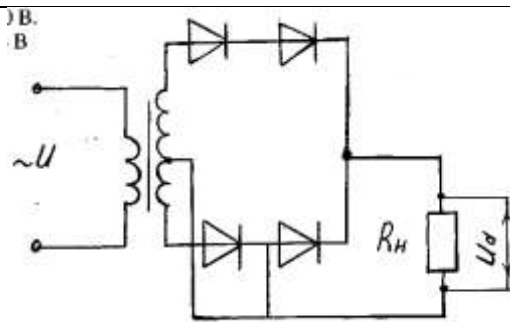

Рисунок 1. Схема двухполупериодного выпрямителя
Условие задачи. Цепь постоянного тока со смешанным соединением состоит из четырех резисторов. Заданы схема цепи (рис. 1), значения сопротивлений резисторов:
2) обозначим токи  $I_1, I_2, I_3, I_4$  на (рис. 1) стрелками и определим их значения из формулы мощности:
Формулировка закона: алгебраическая сумма токов в узловой точке равна нулю. Математическая запись для узла б схемы цепи рисунок 1:
В замкнутом контуре (рис. 1) приложенное напряжение  $U$  (аналогично ЭДС при внутреннем сопротивлении источника тока, равному нулю) и падения напряжения
Для схемы цепи (рис. 1)  $P = P_1 + P_2 + P_3 + P_4$ : так как  $P = I^2 \cdot R$  или